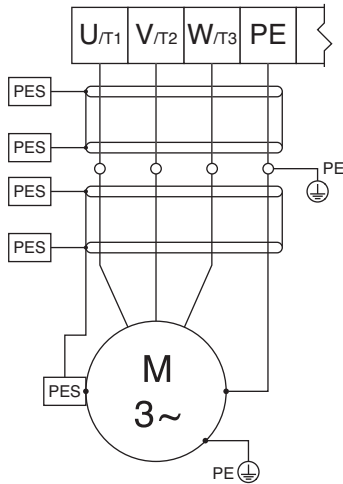

Figure 9 Podłączenia przewodów z silnika do napędu VFD
5. Podłączyć przewody z zacisków silnika do odpowiednich zacisków skrzynki przyłączeniowej napędu VFD w sposób przedstawiony na Rys. 9.